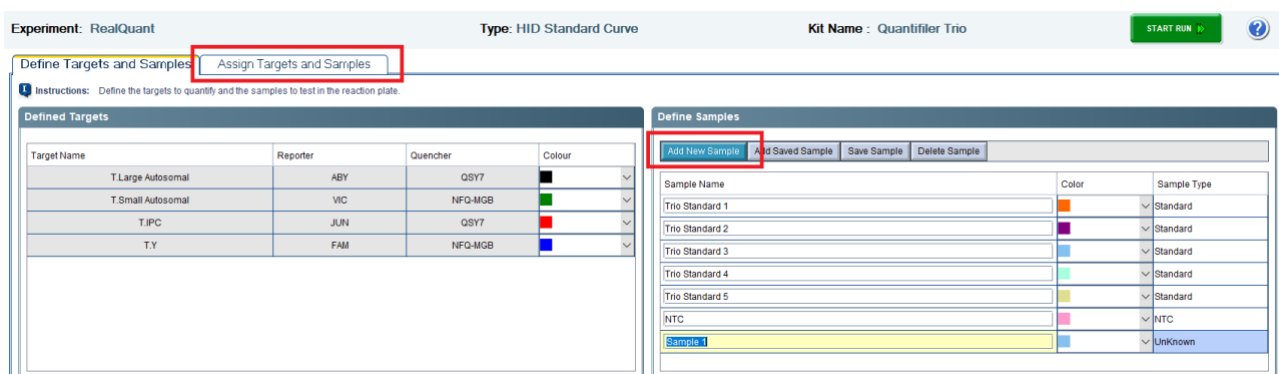

Рисунок 5
5. Добавить необходимое количество образцов с помощью кнопки «Add New Sample» и назвать их (рисунок 5). Перейти на вкладку «Assign Targets and Samples».